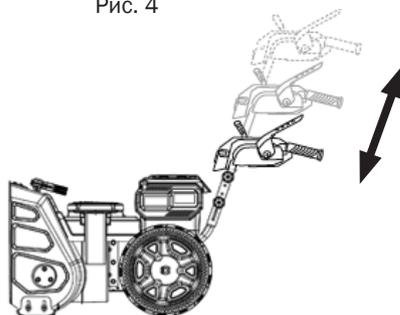

Рис. 6
3. Поднимите или опустите верхнюю рукоятку и выберите подходящую высоту, затем снова установите верхние блокирующие болты и головки; затем затяните две нижние затяжных головки, чтобы закрепить нижнюю рукоятку (Рис. 6).